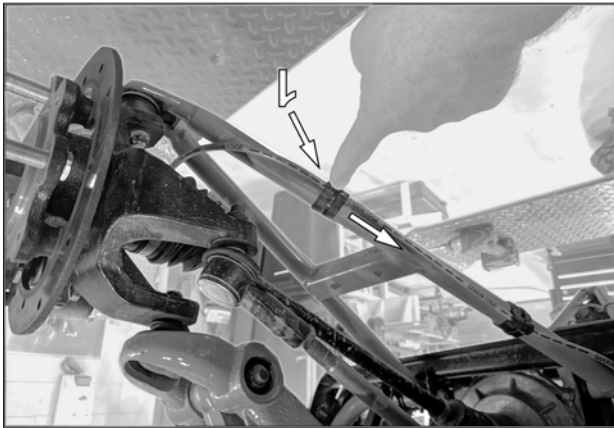

Fig. 15
5. Pour faciliter l'installation de l'ancrage avant au bras de suspension, vous devrez peut-être glisser légèrement vers le haut l'attache (1) du boyau de frein. Voir la Fig. 15